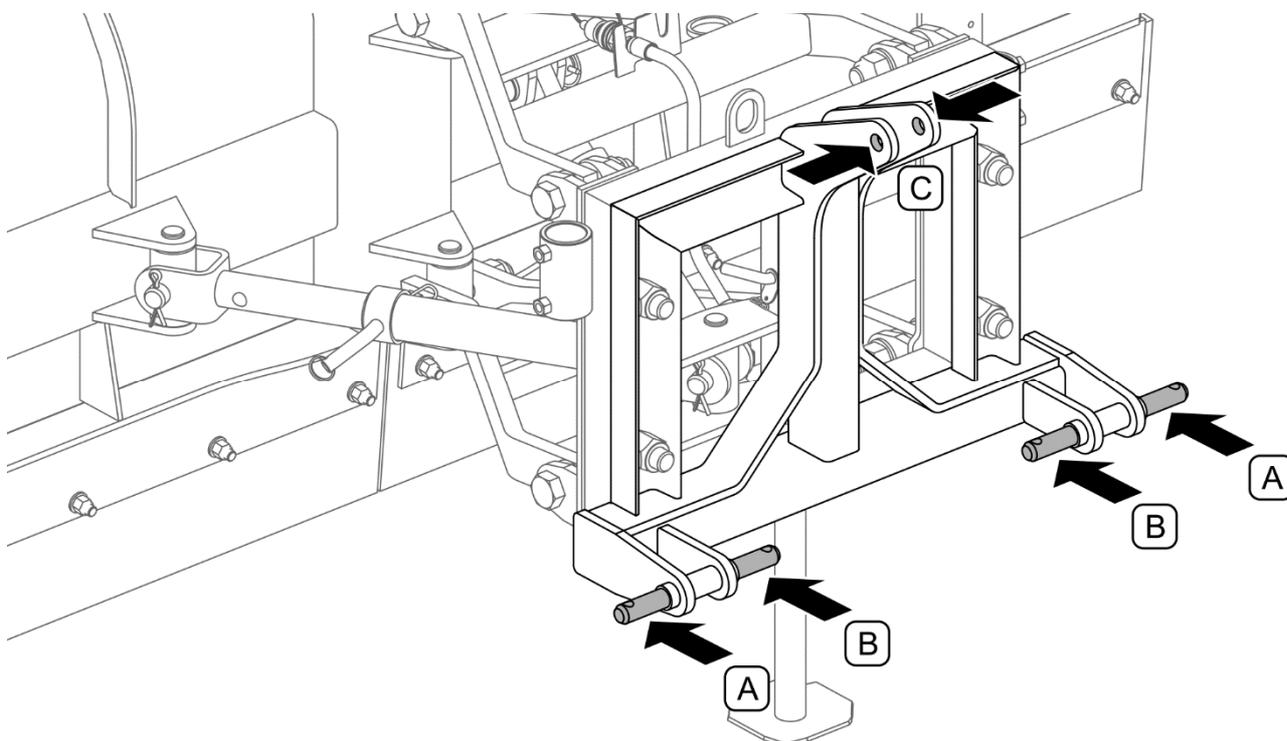

РИСУНОК 4.2 Соединение с трехточечной системой навески кат. I и I "узкая"
Снегоотвал PU-2200E в стандартной комплектации оснащается рамкой для индивидуального крепления на носителе. В зависимости от типа носителя снегоотвал может быть дополнительно оснащен одним из следующих крепежей (РИСУНОК 4.2):
Снегоотвал, оснащенный трехточечной системой навески (РИСУНОК 4.2), приспособлен для соединения с передней трехточечной системой навески базового транспортного средства кат. I или I "узкая". Прежде чем навесить снегоотвал на трехточечную систему навески трактора (транспортного средства) убедитесь в соответствии категорий навесной системы трактора и навесной системы снегоотвала.
Для подсоединения снегоотвала с трехточечной системой навески к базовому транспортному средству необходимо (РИСУНОК 4.2):
- Соединить нижние точки (А) или (В) (в зависимости от категории навески) системы навески снегоотвала с нижними тягами транспортного средства (РИСУНОК 4.2).